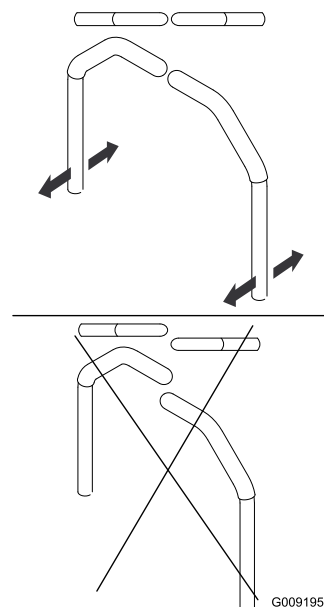

Figure 96
4. Réglez l'alignement avant/arrière des leviers en les plaçant tous deux à la position POINT MORT, puis faites-les coulisser jusqu'à ce qu'ils soient alignés, et serrez les boulons (Figure 96).